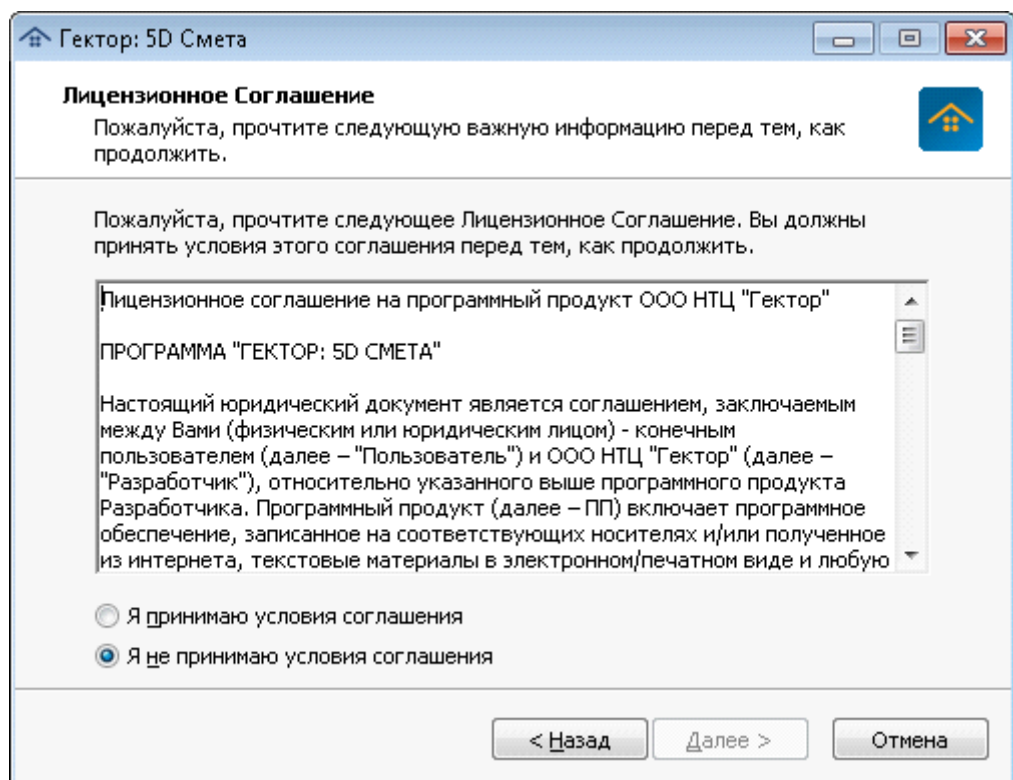

Рис. 2. Лицензионное соглашение
- Прочитать и принять условия лицензионного соглашения (рис. 2).